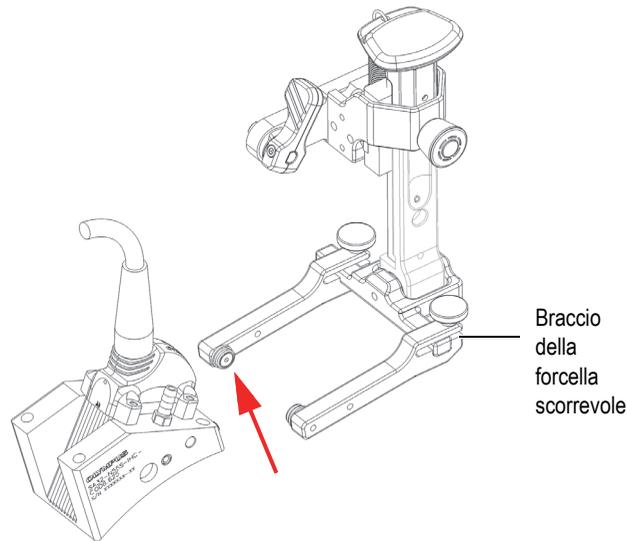

Figura 2-19 Allineamento del foro rotante dello zoccolo con il perno del braccio della forcella
3. Per rimontare un gruppo sonda-zoccolo, allineare i fori dei perni dello zoccolo con il perno del braccio della forcella non scorrevole (Figura 2-19 a pagina 50).